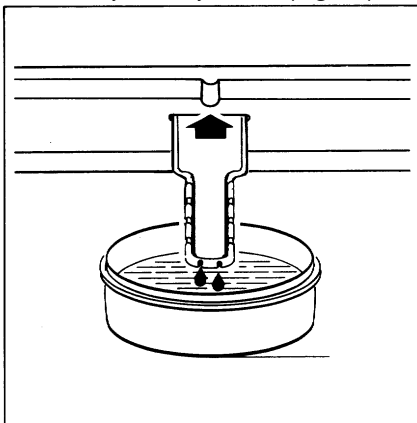

Fig. 16
- ☐ Steek de kunststofschraper in de opening onder de vriesruimte en plaats daar een schaalpje of teiltje onder (**Fig. 16**).